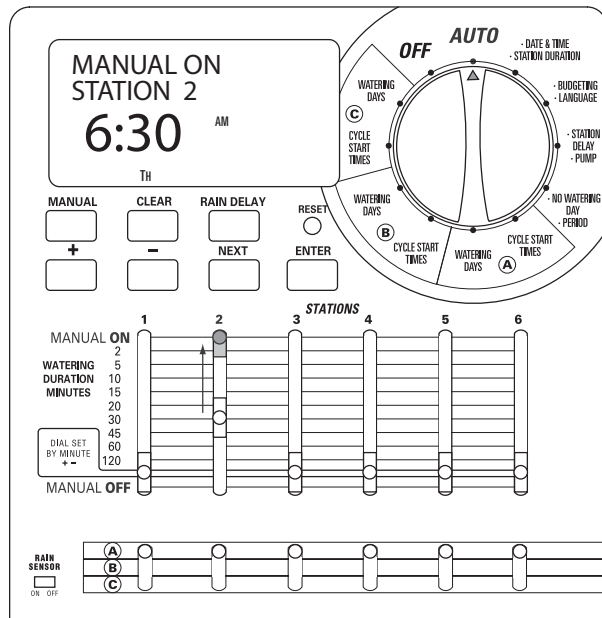

Figura 15: Irrigazione manuale impostata su una stazione
2. Per attivare la stazione, spostare L'interruttore mobile Watering Duration (Durata irrigazione) in posizione **MANUAL ON**. (Modalità manuale attivata), ossia in posizione completamente sollevata. Il display visualizza il messaggio **MANUAL ON** (Modalità manuale attivata) e il numero della stazione attivata [Vedere la Figura 15]